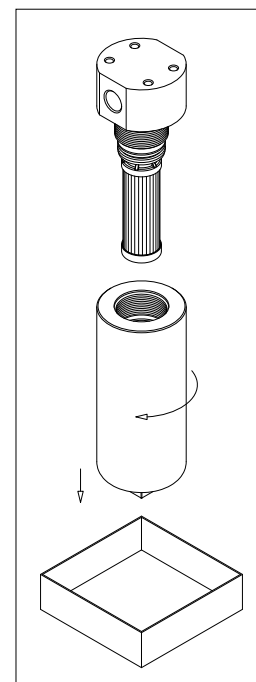

fig. 6
- (Fig. 6) Svitare il contenitore predisponendo un recipiente per la raccolta del fluido di lavoro